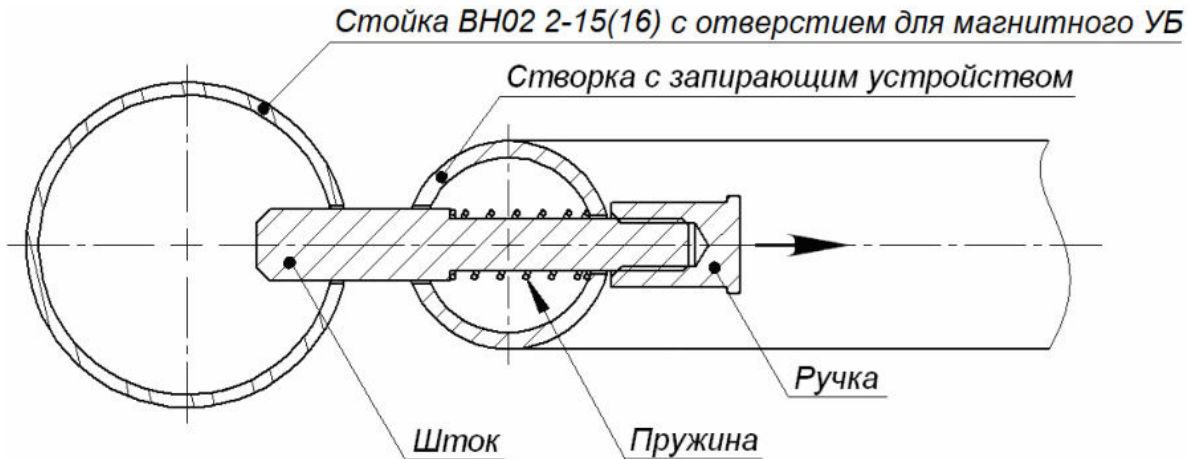

Рисунок 16. Установка штока стопорного узла
- Проверьте вертикальность и горизонтальность элементов секции (допускается использование монтажных прокладок). Окончательно затяните болты. Проверьте открывание и закрывание створки. Отожмите шток за ручку (рис. 16). После поворота преграждающей створки в положение закрытия прохода ручка отпускается и шток фиксирует створку в соответствующем пазу стойки ограждения.
При эксплуатации поворотной секции ограждения рекомендуется периодически (один раз в шесть месяцев) смазывать подвижные части стопорного узла (см. рис. 16) молибденовой смазкой (ШРУС-4).